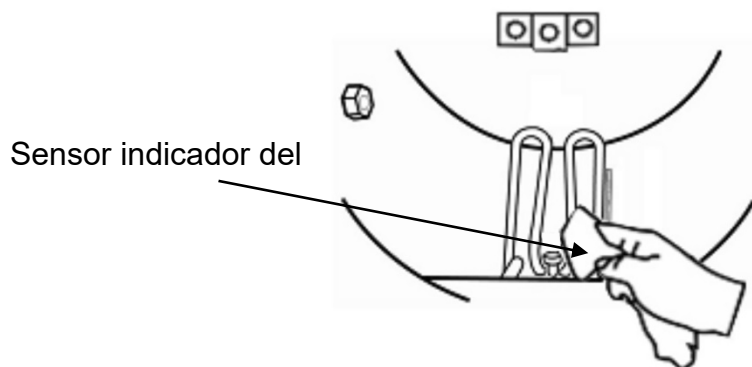

Figura 51
- Use el limpiador no corrosivo y escobilla de cerdas duras o una esponja para limpiar el sensor de nivel de agua que se encuentra en la parte frontal de la cámara según se indica en la Figura 51.